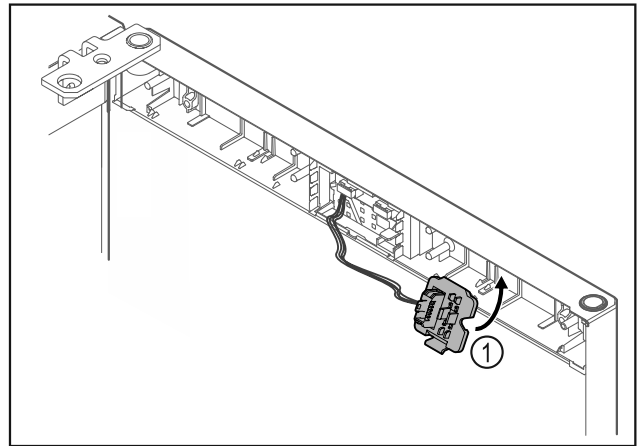

Fig. 21
- Mbërtheni mbajtësen e spinës Fig. 21 (1) në anën tjetër.